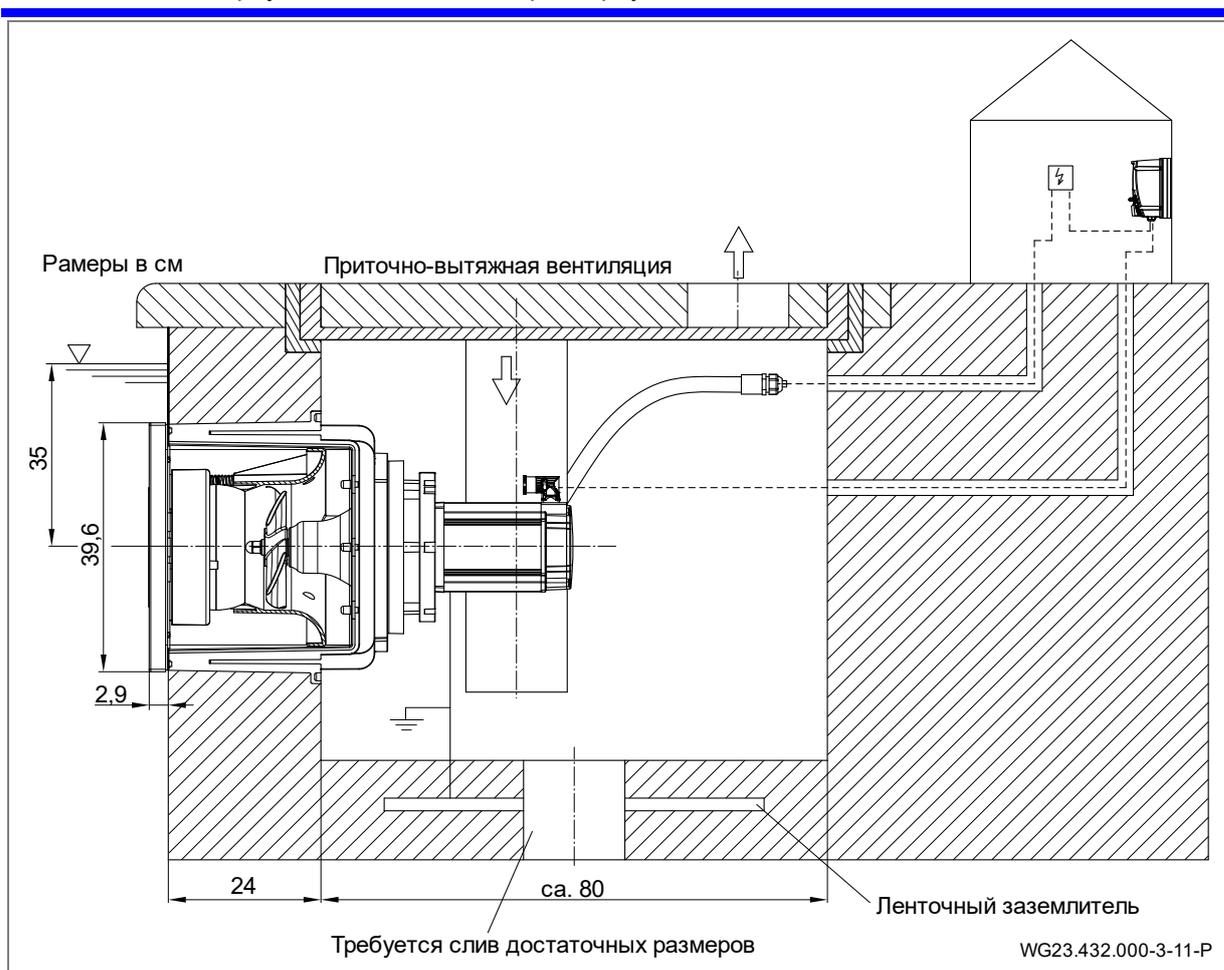

Рис. 17
1. Штуцер для подключения (d, см. "Рис. 17" на стр. 23) на пластиковом корпусе (1) и гнездо для подключения защитного кабельного шланга (12) обработать очистителем для PVC-U/ABS.
Установка размещается в шахте, граничащей с кромкой бассейна. В помещении для размещения оборудования должна присутствовать надлежащая приточная и вытяжная вентиляция, а также подходящий сливной трап. Должна быть предусмотрена возможность закрепления защитного кабельного шланга (по возможности выше уровня воды). В шахте должно иметься присоединение для уравнивания потенциалов. См. главу "Рис. 17" на стр. 23. Должно иметься достаточное свободное пространство для монтажа и демонтажа двигателя и блока привода.